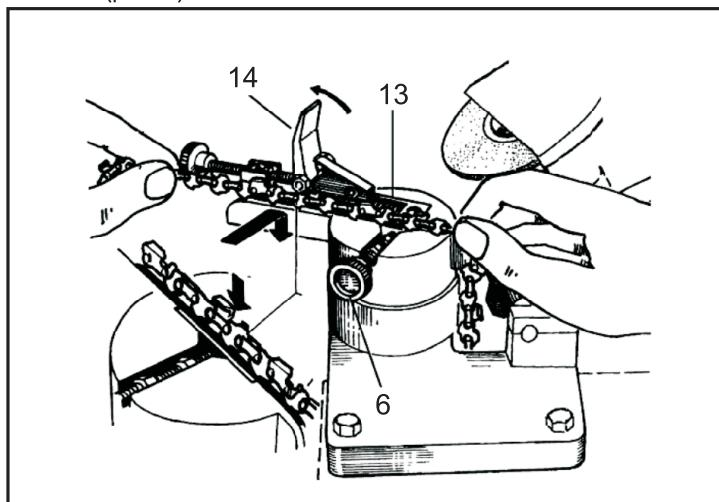

рис.8
6.7 Перед подключением электрического станка к питающей сети, убедитесь что выключатель находится в положении "выкл", чтобы избежать непроизвольного включения станка. Установите цепь направляющими звенями в ручей 13 (рис. 8), как показано на (рис. 8), отведя установочный клин 14 (рис. 8) в сторону и ослабив крепёжный винт 6 (рис. 5).